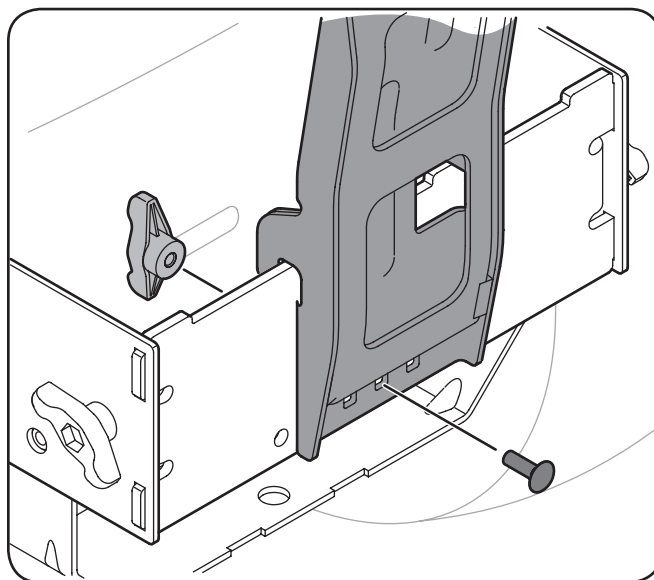

Figure 4-10
3. Fixez le dispositif de soutien du sac à la plaque de fixation en utilisant le boulon de carrosserie (710-0276) et le bouton à ailettes (720-04122) provenant de la trousse de quincaillerie 689-00328A. Reportez-vous à la Figure 4-10.